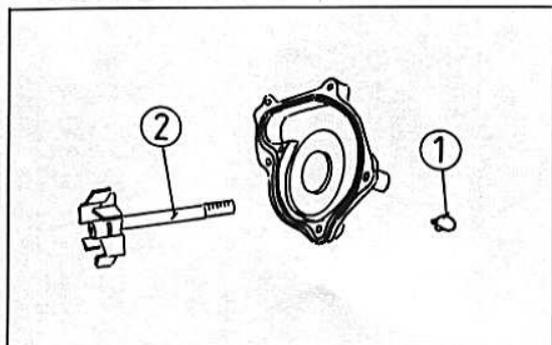

Bild 81
- Die Pumpenwelle mit dem Flügelrad aus dem Gehäuse nehmen (Bild 81).